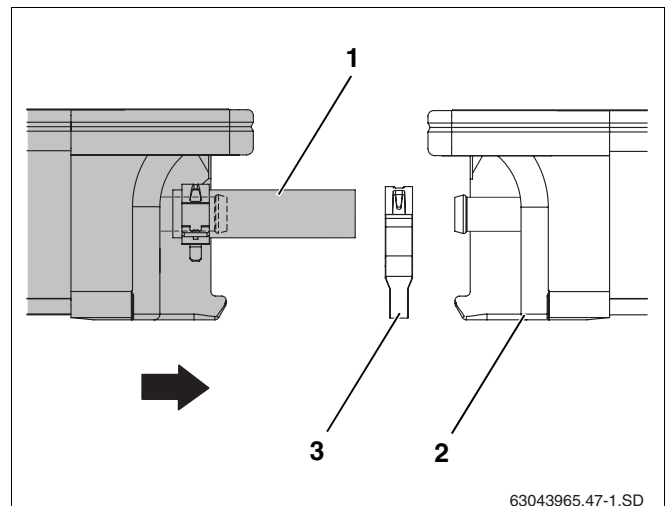

Fig. 49 Fazer deslizar o segundo colector até ao primeiro
- ▶ Colocar o segundo colector com as mangueiras solares pré-instaladas (fig. 49, **item 1**) nos perfis e deixar deslizar até às protecções contra deslizamento.
- ▶ Colocar a segunda braçadeira de mola (fig. 49, **item 3**) sobre a mangueira solar.
- ▶ Empurrar o colector para o segundo colector de maneira a que (fig. 49, **item 2**) as mangueiras pré-instaladas sejam colocadas sobre as ligações esquerdas do primeiro colector.